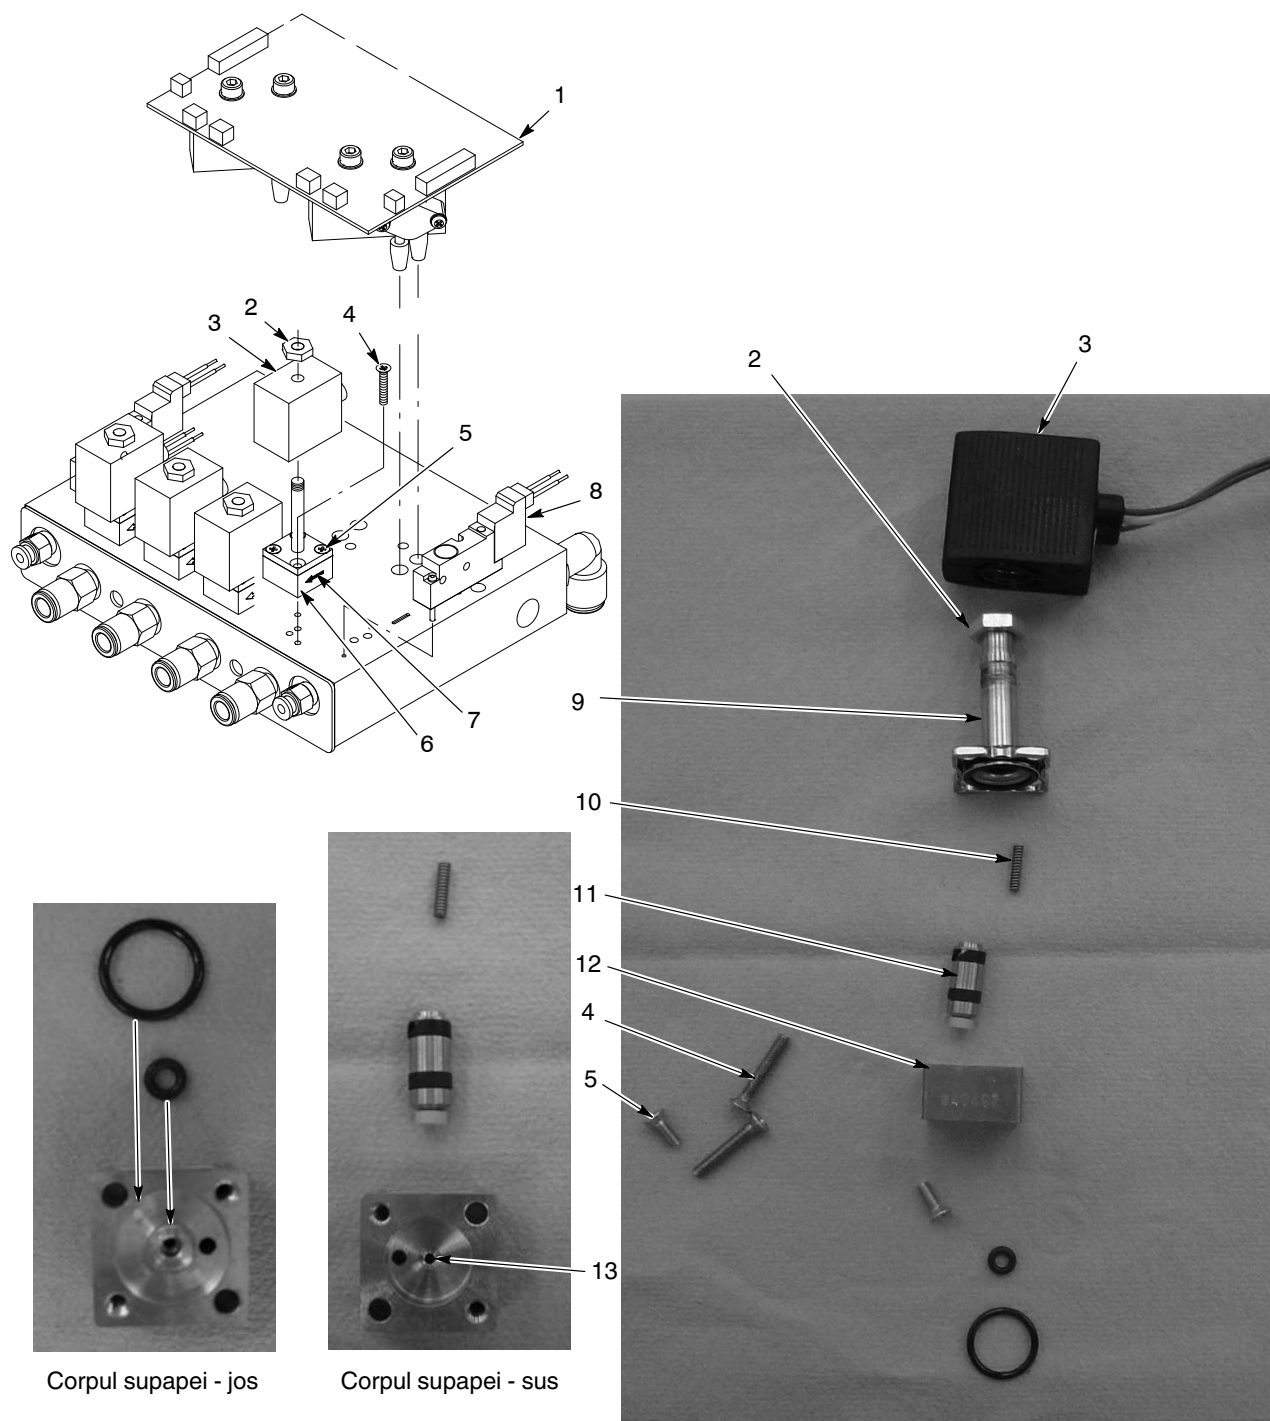

Figura 5-1 Demontarea și înlocuirea supapei proporționale a modului iFlow
Vezi Figura 5-1. Alimentarea cu aer murdar poate conduce la defectarea supapei proporționale (6). Respectați aceste instrucțiuni pentru dezasamblarea și curățarea supapei.
1. Deconectați înfășurarea bobinei (3) de la placa de circuite (1). Scoateți piulița (2) și bobina de la supapa proporțională (6).
2. Scoateți cele două șuruburi lungi (4) pentru a demonta supapa proporțională de pe carcasă.
3. Desfaceți cele două șuruburi scurte (5), apoi deplasați tija supapei (9) de la corpul supapei (12).
4. Îndepărtați cartușul supapei (11) și arcul (10) de la tijă.
Vezi Figura 5-1. Pentru a demonta supapele electromagnetice pentru aerul pistolului (8), scoateți cele două șuruburi din corpul supapei și scoateți supapa din carcasă prin ridicare.